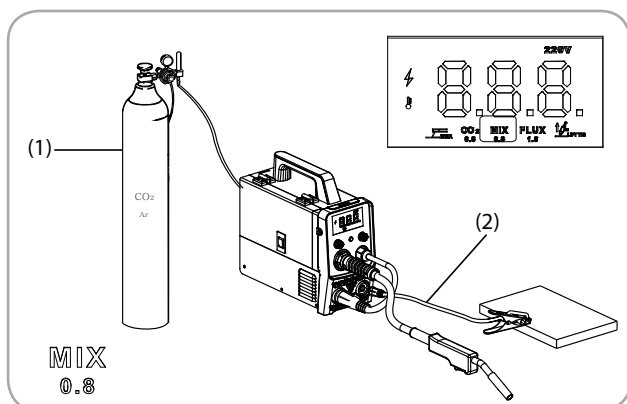

Fig.10
- Se va conecta aparatul la butelia cu gaz și se va regla debitul Fig 10 (1)
- Electrocul se va monta la terminalul negativ Fig 10 (2)